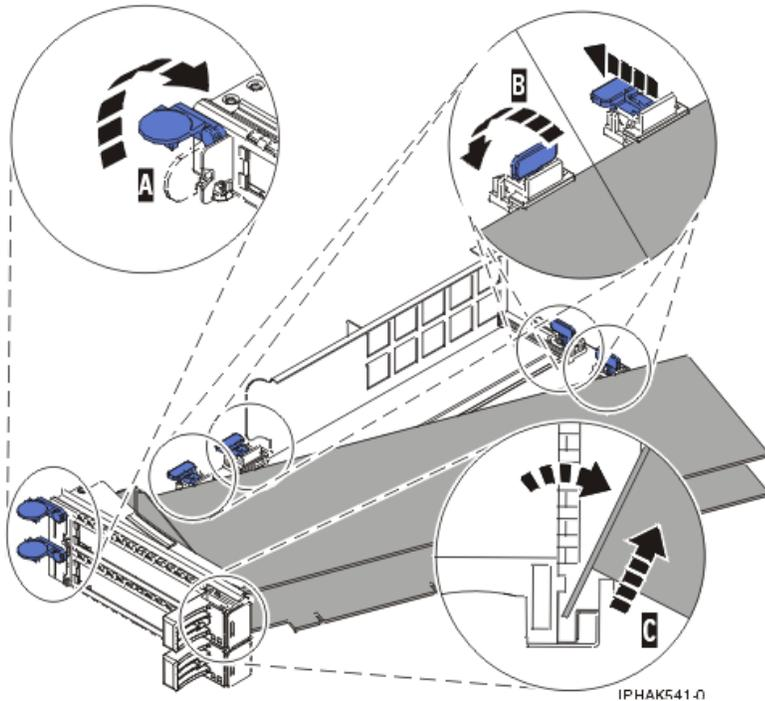
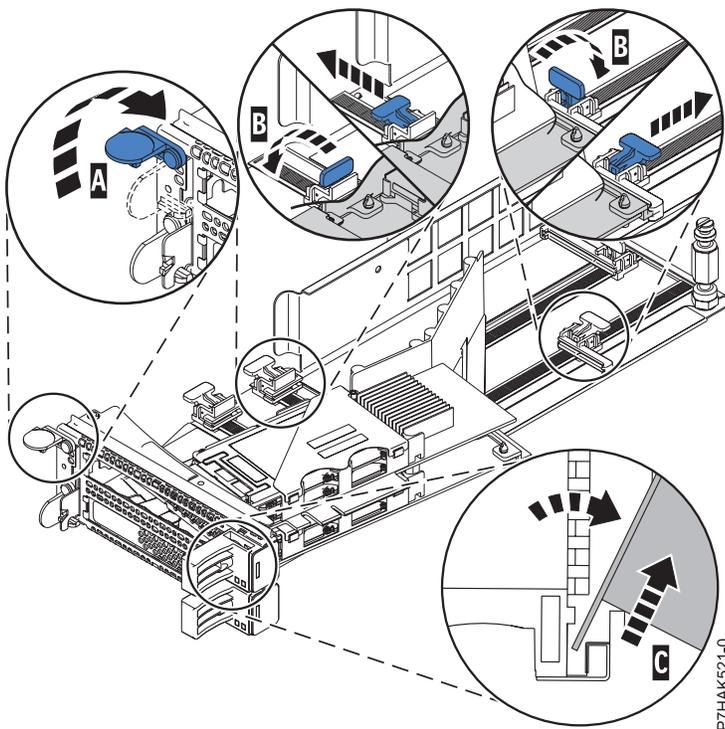

Abbildung 46. Adapter aus PCI-Adapterkassette ausbauen
Abbildung 47. Aus der PCI-Adapterkassette ausgebauter PCIe-RAID- und SSD-SAS-Adapter
- d. Drehen Sie den Drehstift (C) heraus und legen Sie ihn an einer sicheren Stelle ab.
- a. Entriegeln Sie die Adapterhalterungen (B), indem Sie die Halteklammern (A) in die horizontale Position drehen. Siehe Abb. 46 auf Seite 68. Beim Ausbauen eines PCIe-RAID- und SSD-SAS-Adapters müssen Sie die Informationen im Abschnitt Abb. 47 auf Seite 68 lesen.